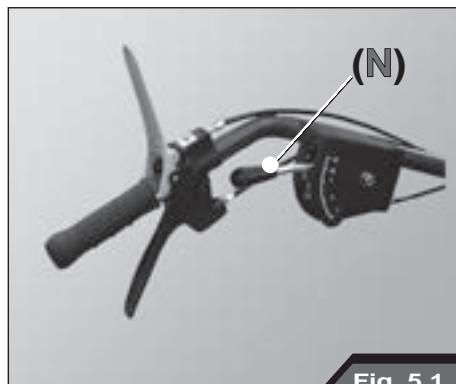

Fig. 5.1
- per la vostra sicurezza la Leva selettrice marce sia in posizione folle (**N**, Fig. 5.1).
- Verificate per la vostra sicurezza che le leve avanzamento macchina (2) e innesto rotore lame (6) siano in posizione verticale